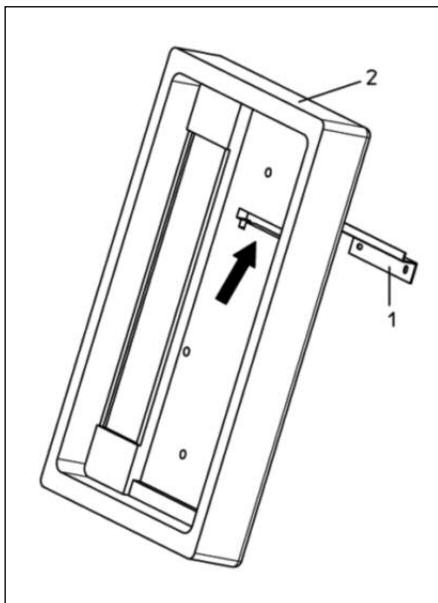

Fig. 11: Guscio isolante posteriore, supporto angolare da parete
3. Fissare il supporto angolare da parete in dotazione (1) al guscio isolante posteriore (2) (freccia) dal retro e spingere fino a quando si avverte uno scatto.
11. Scegliere quattro fori (frecce fig. 11) per il fissaggio del gruppo assemblato e marcarli sul muro.
14. Appendere il gruppo assemblato (3) sul supporto angolare da parete e fissarlo al muro utilizzando le viti M 8 x 100 e le rondelle fornite in dotazione.